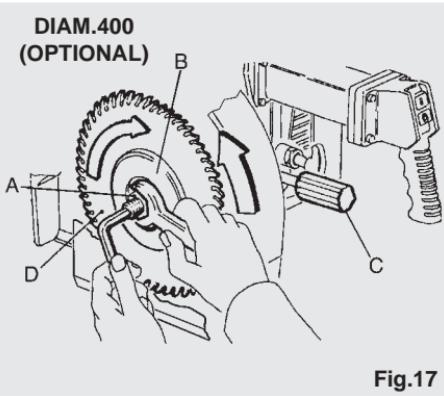

Fig.17
Faire très attention à l'orientation des dents de la lame et s'assurer qu'elle correspond à celle montrée à fig. 17.
Ouvrir le carter couvre-lame, agir sur la poignée (C), desserrer le blocage et amener le carter inférieur à l'extrémité inférieure, puis le bloquer en position. Avec le carter ainsi bloqué, vous aurez l'espace nécessaire pour le passage du flasque de blocage (B). Pour desserrer l'écrou avec pas de vis à gauche (A) de la fig. 17, bloquer l'arbre moteur avec une clé Allen comme à fig. 17 et agir avec une clé plate dans le sens des aiguilles d'une montre. Au cours de cette opération, attention à ne pas se blesser en touchant la lame. A cet égard, il est conseillé de porter des gants. Extraire le flasque (B) de manière à accéder au siège de